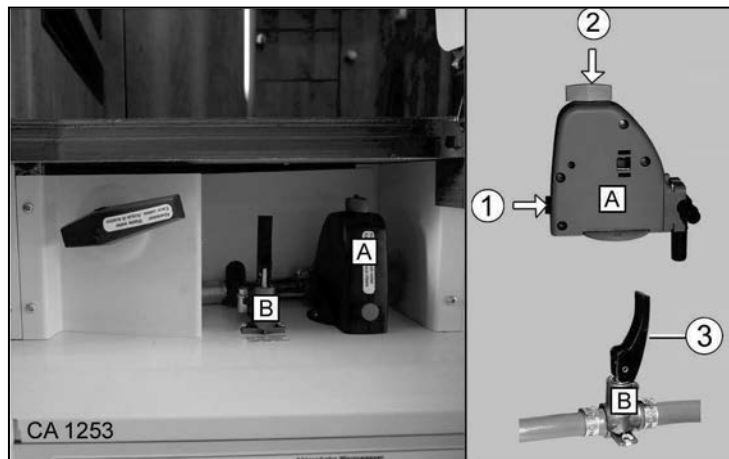

Fig. 140 Robinet de vidange (A) Chauffe-eau/robinet de vidange (B) Circuit hydraulique
- Placer le culbuteur (Fig. 140/3) du robinet de vidange (Fig. 140/B) uniquement horizontalement ou verticalement. Ne pas le tordre ! Le fait de tordre le culbuteur risque d'endommager le robinet de vidange et va le rendre non étanche. En cas de non-respect, la garantie Carthago prend fin.
1. Fermer le robinet de vidange (Fig. 140/A). Appuyer sur le bouton (Fig. 140/1) et verrouiller le bouton rotatif (Fig. 140/2).
2. Fermer le robinet de vidange (Fig. 140/B). Pour cela, placer les culbuteurs (Fig. 140/3) horizontalement.